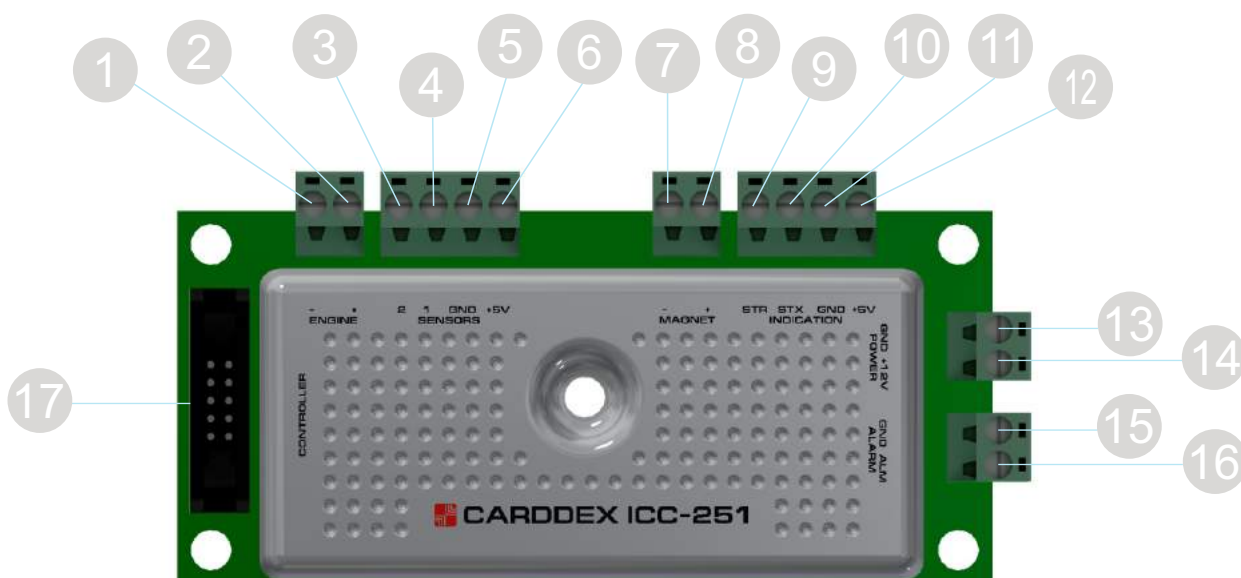

Рисунок 6 – Модуль управления «ICC–251»
- 3 Разъем «TURNSTILE». Служит для подключения модуля управления «ICC–251» (Рис. 6).
Рассмотрим разъемы, расположенные на плате модуля «ICC-251» (Рис. 6).